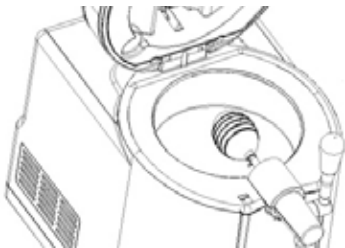

afb. 11
13. Verbind de aansteekunit met de bierleiding, let er echter op dat de aansteekbuis aan de zijkant uit het apparaat steekt, zoals afgebeeld in afb.11.